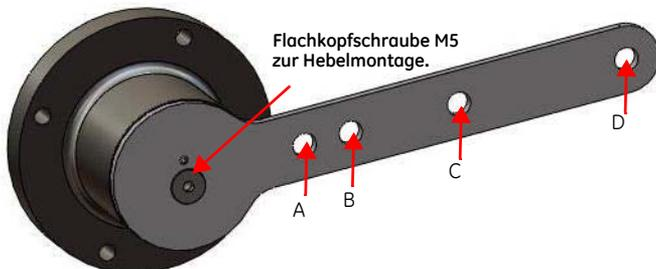

Abbildung 13 Magnethalter und Standardhebel für Hubventile
Dieser Abschnitt beschreibt die Vorgehensweise zum Befestigen des SVi1000 an Hubventilen am Beispiel der Mehrfeder-Stellglieder 87/88 von Masoneilan. Abbildung 13 auf Seite 29 zeigt den Standard-Hebel für Installationen aller Größen. Hinweise zur optionalen IM-Baugruppe siehe „Integrierte Magnetbaugruppe“ auf Seite 32.
2. Stellen Sie sicher, dass der Hebel an der Magnetbaugruppe befestigt und mit einer Flachkopfschraube M5 gesichert ist. Dies gewährleistet, dass die Magnetachse senkrecht steht, wenn sich der Hebel in geschlossener Ventilstellung befindet. Ziehen Sie die Hebelschraube sicher fest (Abbildung 13).